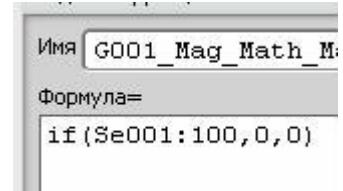

рис.123
- А затем “вручную” описываем саму функцию (рис.123).
Рис.123а
- Решение можно оформить с параметрами, представленными на рис.123а.